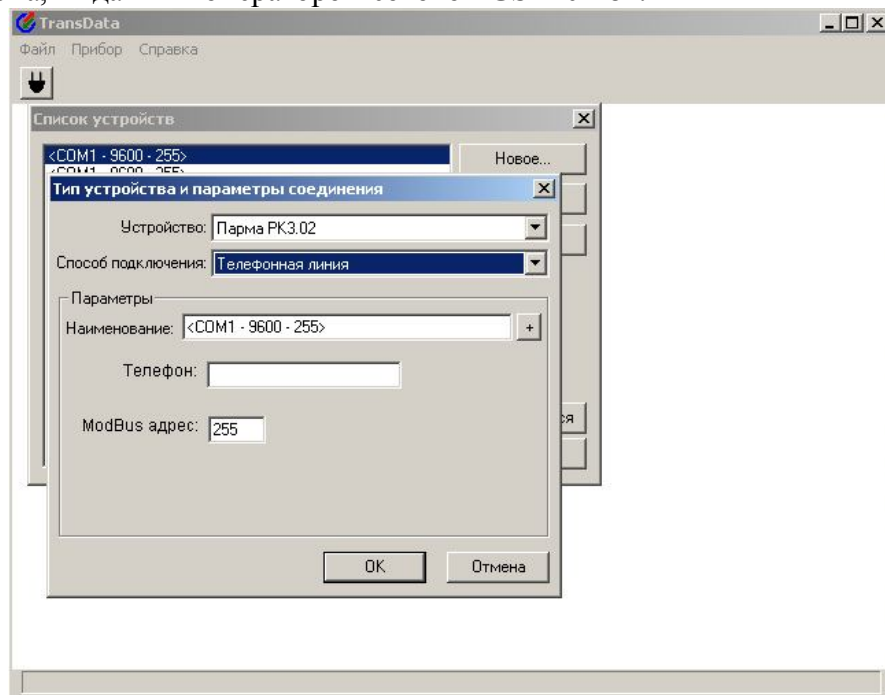

Рисунок 14
5.5.2.13 Если соединение регистратора к ПК осуществляется посредством GSM-модема, и способ подключения выбран «Телефонная линия», то следует ввести в окно «Телефон» (рисунок 14) номер телефона, выданный оператором сотовой GSM связи.